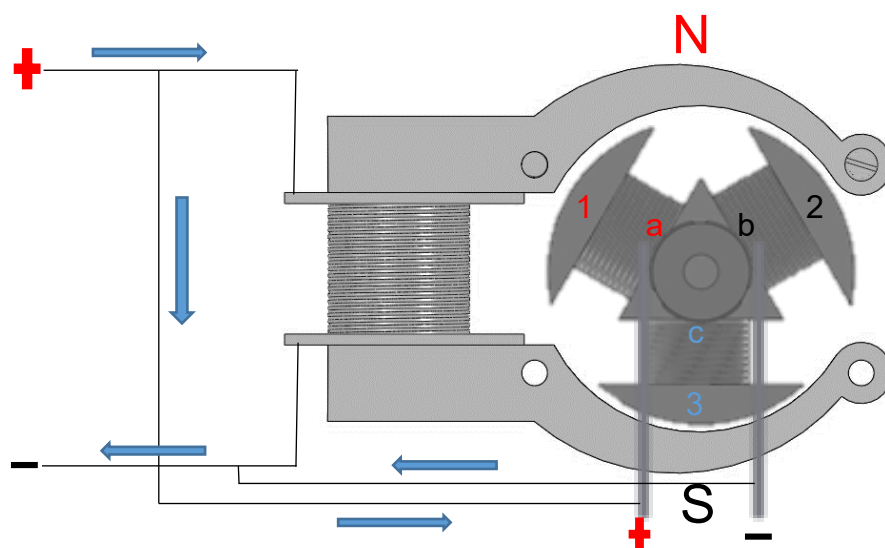

Figura 3.4. Motor visto de lado.
En la figura 3.4 se puede ver el colector seccionado en tres partes, también se observa el enrollado de las bobinas del electroimán que gira a modo de rotor, diferenciadas por un color diferente en cada una de sus secciones, identificados como 1, 2 y 3. Una de las terminales de dicha bobina se encuentra conectado a la sección “a” y la otra a la sección “b”, las bobinas del electroimán del rotor se encuentran colocadas entre los polos norte (N) y sur (S) del campo magnético del electroimán del estator. Para determinar la polaridad magnética de una bobina, se usa la regla de la mano derecha. Si la bobina se toma con la mano derecha y los dedos se doblan en la dirección en la que circula la corriente en la bobina, el pulgar apunta al polo norte de esta.